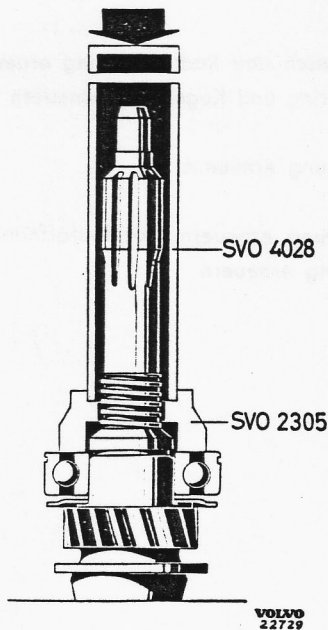

Bild 3-27. Kugellager auf die Antriebswelle pressen
4. Ölschleuderscheibe (5. Bild 3-31) und Kugellager (4) mit Montagebuchse SVO 2305 und Treibdorn SVO 4028 auf die Antriebswelle pressen, siehe Bild 3-27. Stärke des Sicherungsringes bestimmen und Sicherungsring einbauen. Antriebswelle in das Gehäuse eindrücken. Deckel (2. Bild 3-31) über der Antriebswelle festschrauben.